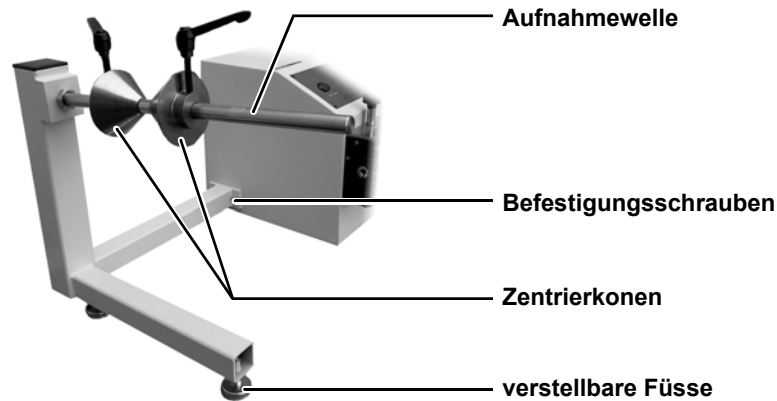

Bild 12: Kabelrollenhalter
- Montieren Sie den Kabelrollenhalter mit den zwei mitgelieferten Schrauben am *PreFeeder 1100*, wie in Bild 12 ersichtlich.